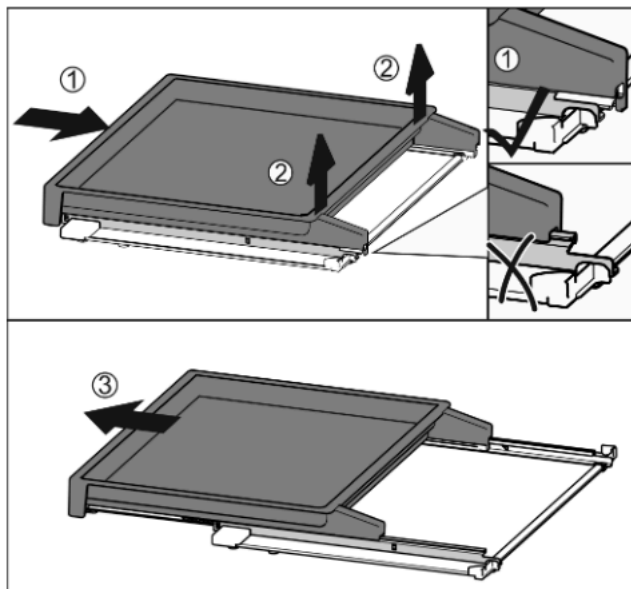

Fig. 43
- ▶ Spingere completamente il ripiano estraibile Fig. 43 (1).
- ▶ Staccare il blocco sul lato posteriore Fig. 43 (2).
- ▶ Estrarre in avanti il ripiano estraibile Fig. 43 (3).